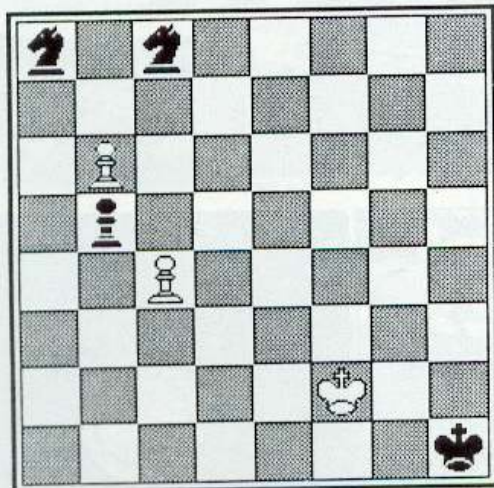

Figura 1.
- **Impedonatura:** posizione di due pedoni dello stesso colore sulla stessa colonna, a seguito di una cattura eseguita da uno di essi (figura 1);